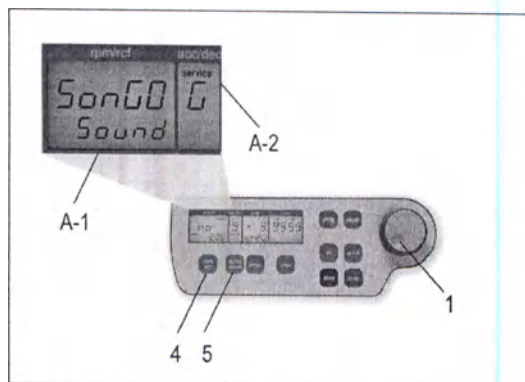

Рисунок 7
Действуйте как описано в п. 1.8.1, чтобы войти в программный режим, и затем нажмите кнопку «accel/decel» [ускорение/замедление] (5). На дисплее «accel/decel» [ускорение/замедление] (A-2) появится слово «service» [обслуживание]. Теперь выберите букву "G" с помощью верньера (1). В результате на дисплее «rpm/rcf» [об/мин / центробежное ускорение] (A-1) появятся слова «SonGo/Sound». Если Вы нажмете кнопку «rpm/rcf» [об/мин / центробежное ускорение] (4), то сможете выбрать мелодию, вращая верньер (1) (см. рисунок 7).